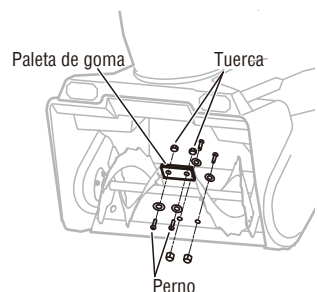

Fig.12
1. Gire el sinfín a la posición adecuada para facilitar el acceso a la paleta de goma. (Fig.12)